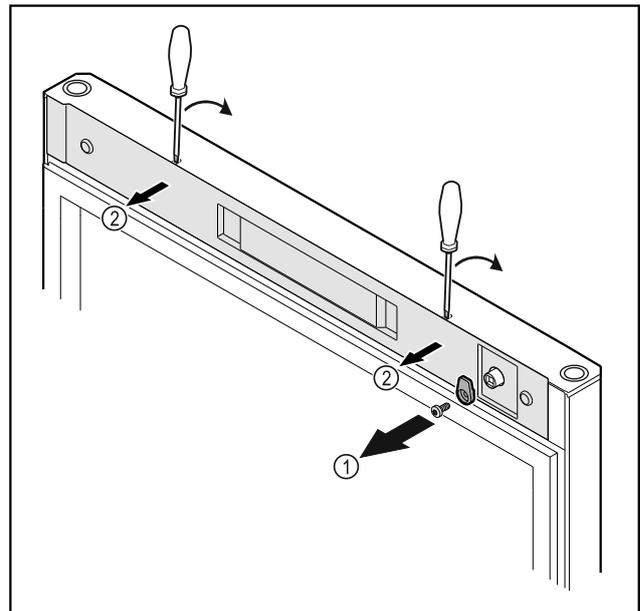

Fig. 11
- ▶ Desatornillar el gancho de cierre Fig. 11 (1).
- ▶ Desencajar la cubierta Fig. 11 (2) con un destornillador pequeño y retirarla.